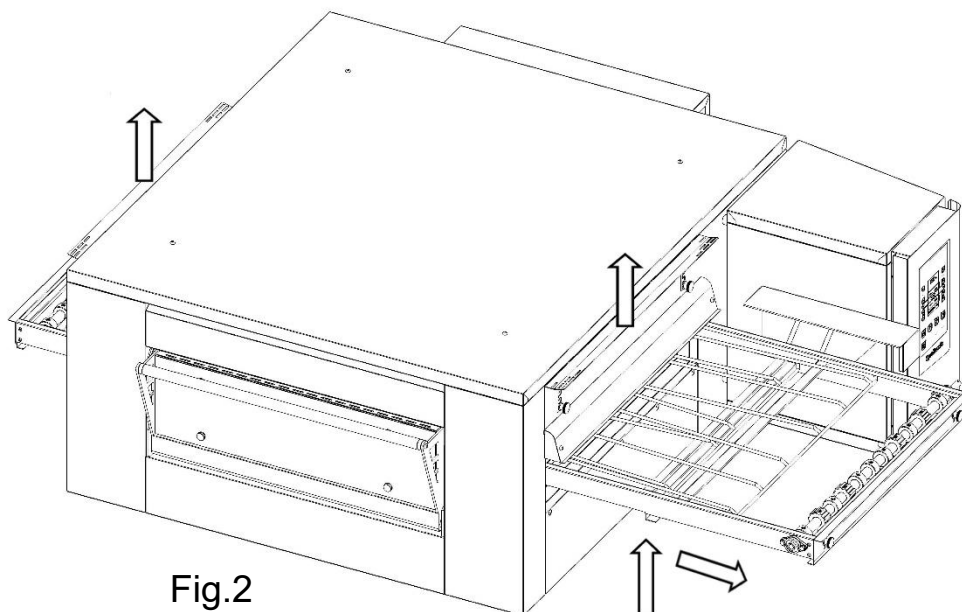

Fig.2
6. Sollevare le paratoie di ingresso e di uscita in posizione di massima apertura (vedi Fig.2 paragrafo 9.3.1).
7. Sollevare il bancale rete da entrambi i lati ed estrarlo in direzione lato comandi (vedi Fig.2 paragrafo 9.3.1).
5.Sollevare le paratoie di ingresso e di uscita in posizione di massima apertura (Fig.2).
6.Sollevare il bancale rete da entrambi i lati ed estrarlo in direzione lato comandi (Fig.2).